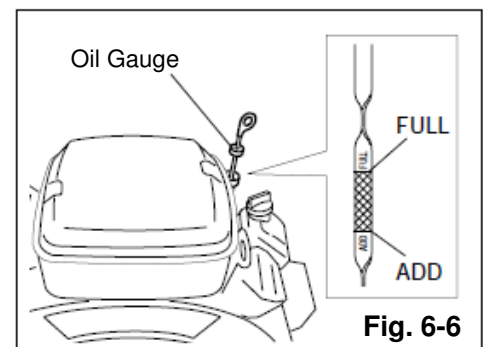

Fig. 6-6
- Füllen Sie das Öl nach, wenn sich die Schneefräse auf einem ebenen Platz befindet. Füllen Sie nach dem Einschrauben des Ölmesstabs Öl bis zu dessen „FULL“-Markierung auf (siehe Abbildung 6-6).